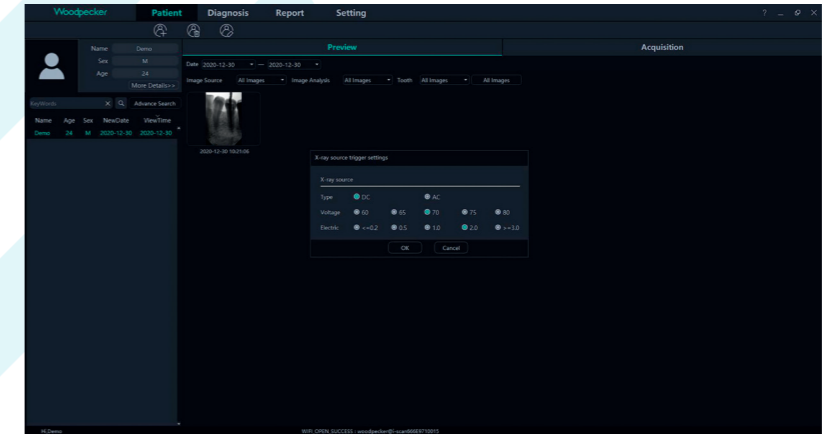

Figure 27
3. Lorsque le logiciel est utilisé pour la première fois, l'utilisateur est invité à définir les caractéristiques du générateur de rayons X utilisé. Les sources de rayons X sont divisées en fréquence de puissance, moyenne fréquence et haute fréquence. Sélectionnez AC (Alternating Current mode) pour la fréquence de puissance et DC (Direct Current mode) pour la moyenne et la haute fréquence. Triggerthreshold est le seuil de déclenchement de la dose de rayons X. La tension et le courant sont définis en fonction des paramètres de la source de rayons X, comme le montre la figure 27 :